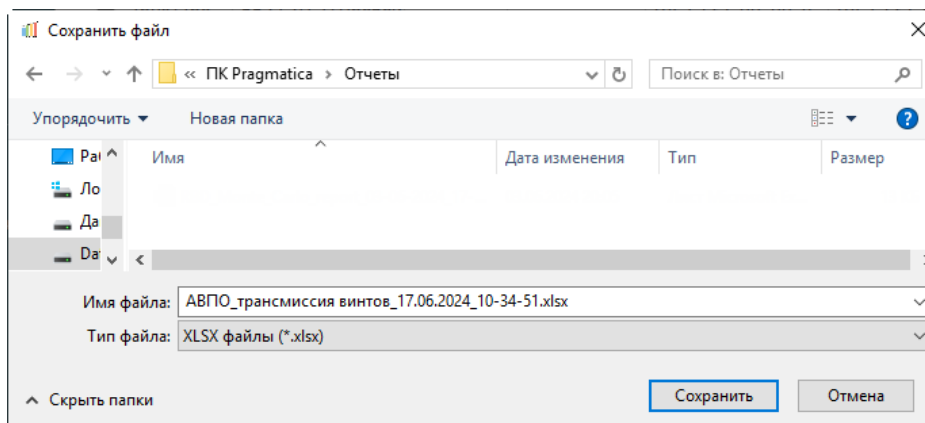

Рисунок 261 – Окно «Сохранить файл»
- «Сохранить» - для сохранения отчета необходимо в открывшемся окне «Сохранить файл» выбрать папку, куда файл необходимо сохранить, ввести имя файла и нажать на кнопку «Сохранить» для подтверждения действий или кнопку «Отмена», если сохранять отчет не требуется (рисунок 261);
- «Сохранить» - для сохранения отчета необходимо в открывшемся окне «Сохранить файл» выбрать папку, куда файл необходимо сохранить, ввести имя файла и нажать на кнопку «Сохранить» для подтверждения действий или кнопку «Отмена», если сохранять отчет не требуется (см. рисунок 261);